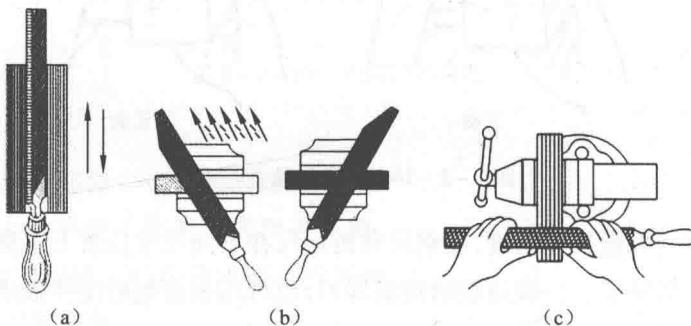

图 1-2-13 平面锉削方法
1) 顺向锉法如图 1-2-13(a)所示, 锉刀沿着工件表面横向或纵向移动, 锉削平面可得到正直的锉痕, 比较美观。适用于工件锉光、锉平或锉顺锉纹。